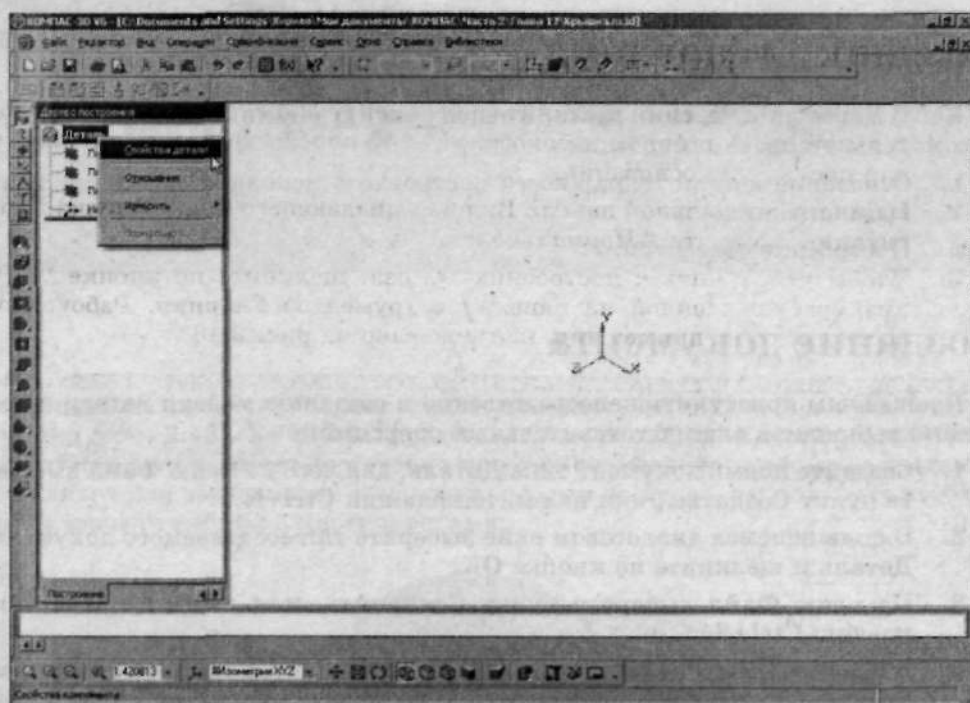

Рис. 2.46. Из появившегося меню выберите *Свойства детали*
6. В **Дереве построений** щелкните правой кнопкой мыши по элементу *Деталь*, в результате чего появится меню (рис. 2.46), из которого выберите пункт **Свойства детали**.